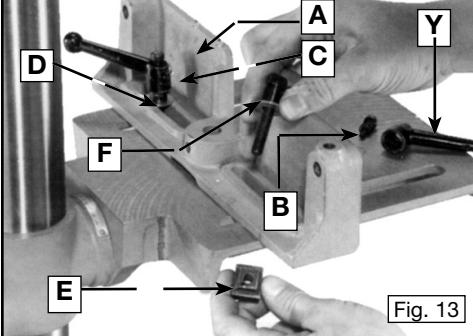

Fig. 13
Fixer le guide longitudinal (A, fig.13) à la table de la presse à colonne à l'aide des deux leviers de blocage (C et Y), des rondelles plates (D) et des écrous en T (E).